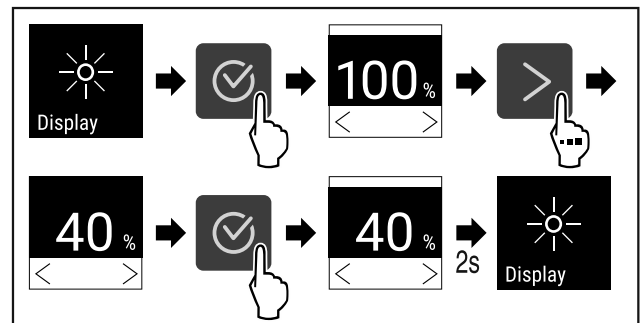

Fig. 72
- ▶ Εκτελέστε τα βήματα ενεργειών (βλέπε Fig. 72).